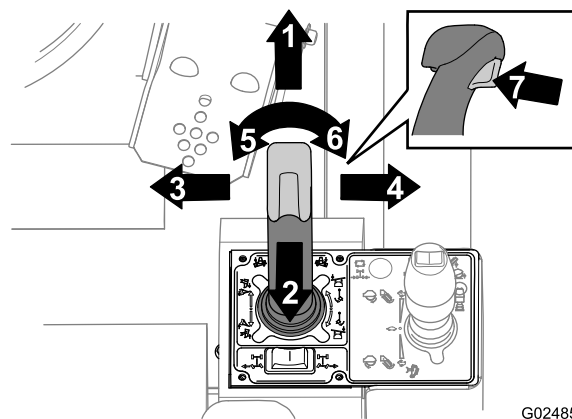
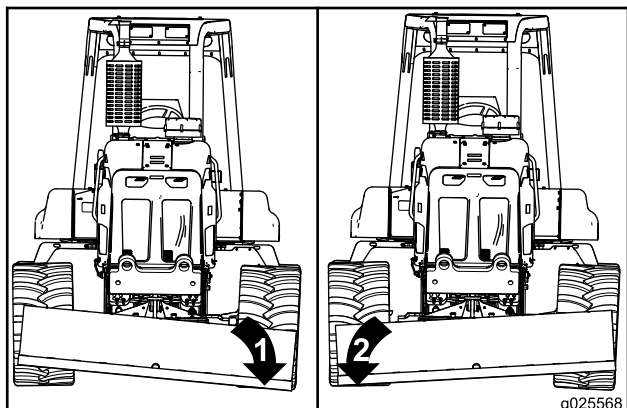
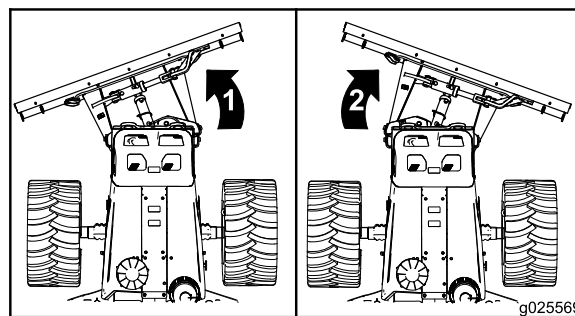

Figura 48
Figura 51
Figura 52
Utilizzate la lama livellatrice per spingere i detriti nel fosso. Potete controllare la lama livellatrice con il joystick lama livellatrice/lama vibrante. Utilizzate il joystick, il grilletto e l'interruttore per il pollice come illustrato in Figura 48.
- Per inclinare la lama livellatrice in basso verso sinistra, spostate il joystick a sinistra, verso di voi (Figura 48 e Figura 51).
- Per inclinare la lama livellatrice in basso verso destra, spostate il joystick a destra, lontano da voi (Figura 48 e Figura 52).
- Per angolare la lama livellatrice a sinistra, premete la metà sinistra del comando per il pollice (Figura 52).
- Per angolare la lama livellatrice a destra, premete la metà destra del comando per il pollice (Figura 52).
- Per trattenere la lama livellatrice, mantenete il joystick nella posizione Hold (folle) (Figura 48).
- Per far flottare la lama livellatrice, premete il grilletto (Figura 48).